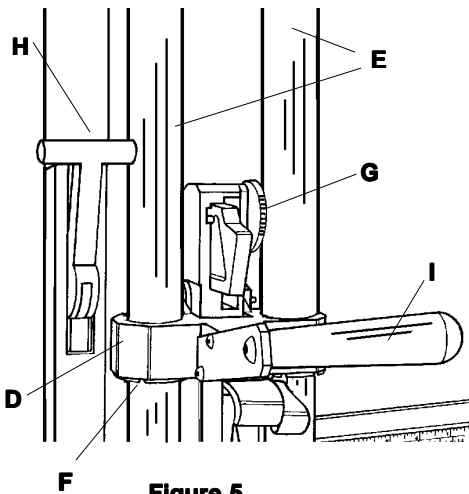

Figure 5
The **CUTTING HEAD (D)**, Figure 5, slides on two polished chrome plated steel **SHAFTS (E)** with 3 low friction **BUSHINGS (F)** for smooth operation. Each **PILLAR POST** can be placed in its slot and locked with the **SPEED SCREW (G)**.
Der **Schneidekopf (D) (Abbildung 5)** gleitet auf zwei **verchromten Stahlrohren (E)**. Drei fast abriebfreie **Buchsen (F)** sorgen für einen gleichmäßigen Betrieb. Jeder **Halter** kann in seine **Halterung** eingelegt und mit einer **Schnellspannschraube (G)** festgehalten werden.
La **TÊTE DE COUPE (D)** Figure 5, glisse sur deux **ARBRES** en acier chromé poli (**E**) avec des **ROULEMENTS (F)** à friction réduite pour obtenir un fonctionnement sans à-coups. Chaque **OUTIL** peut être introduit dans une fente et verrouillé à l'aide d'une **VIS DE SERRAGE**.